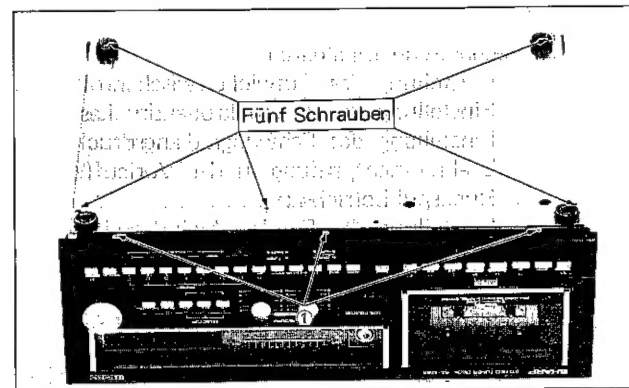

Abbildung 3-3
- ① Die drei (3) Schrauben der unteren Oberfläche der Frontplatte entfernen. (Siehe Abbildung 3-3)